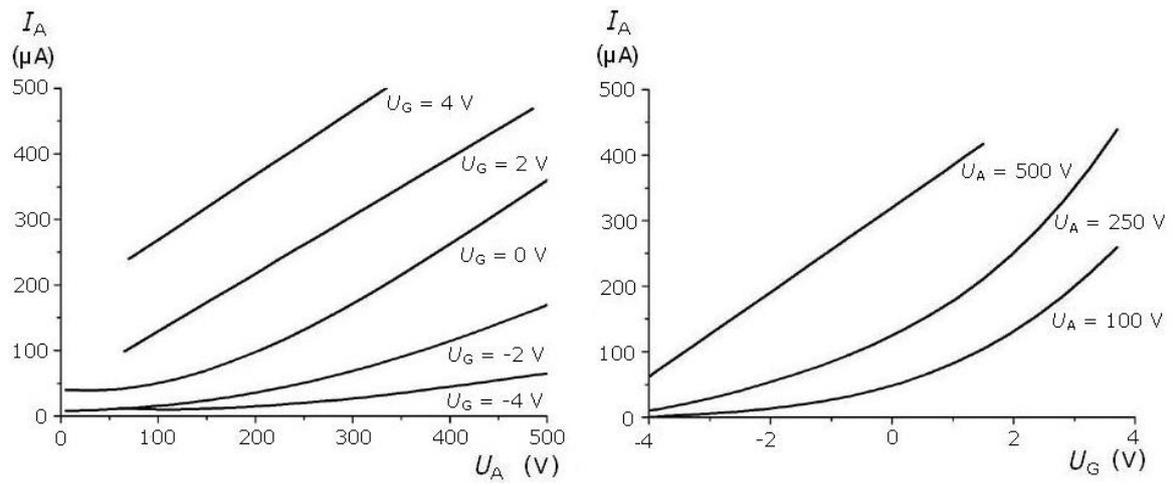

Fig. 2 Linee caratteristiche del triodo
- Linee caratteristiche $I_A - U_A$: Per tensioni del reticolo costanti, definire la corrente anodica in funzione della tensione anodica e rappresentare graficamente le coppie di valori (vedere fig. 2).
- Linee caratteristiche $I_A - U_G$: Per tensioni anodiche costanti, definire la corrente anodica in funzione della tensione del reticolo e rappresentare graficamente le coppie di valori (vedere fig. 2).